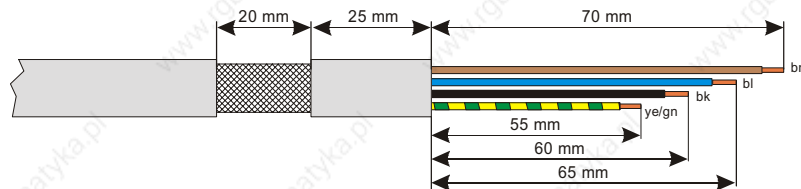

Bild 6-1 Vorbereitung des Motorkabels
2. Motorkabel geräteseitig entsprechend Bild 6-1 vorbereiten und mit Aderendhülsen versehen.